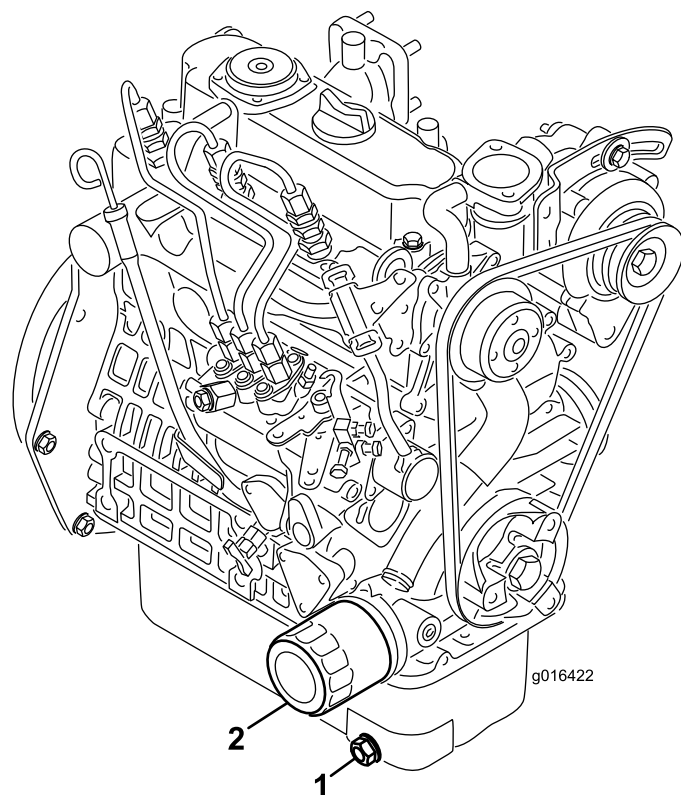

Figura 33
1. Togliete il tappo di spurgo (Figura 33) e lasciate defluire l'olio in una bacinella. Quando l'olio cessa di defluire, rimontate il tappo.